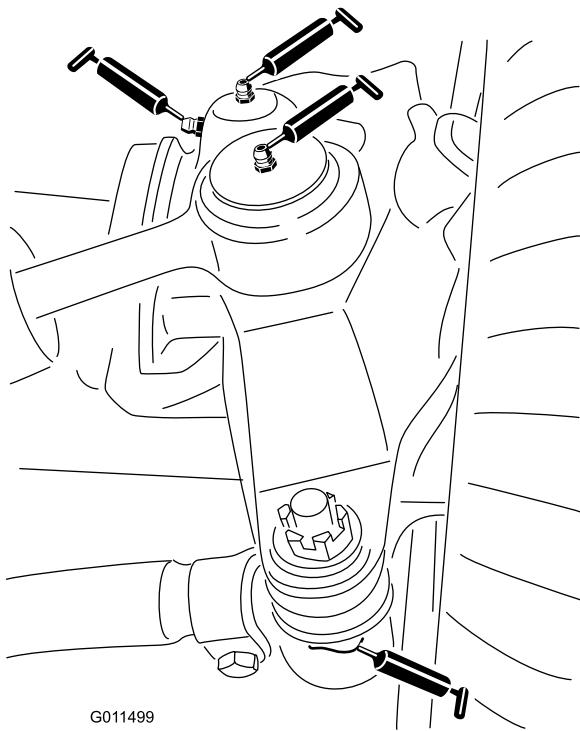

Figura 61
- Articulaciones esféricas del cilindro de dirección (2) (Figura 61)
- Articulaciones esféricas de las bielas (2) (Figura 61)
- Casquillos del pivote de dirección (2) (Figura 61).